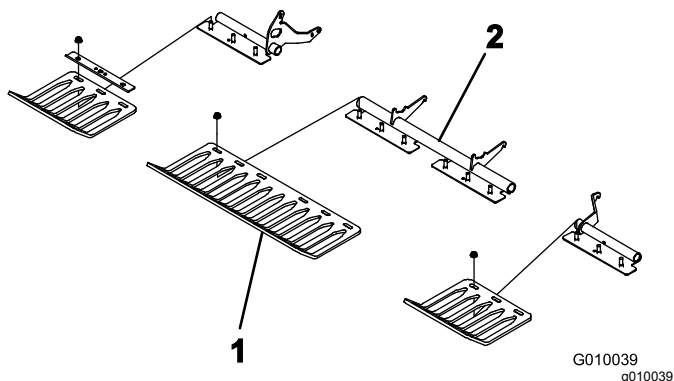

Figura 24
4. Montate le protezioni del tappeto erboso sulle relative staffe con 4 fascette delle protezioni e 12 dadi flangiati (Figura 24). Non serrare i dispositivi di fissaggio.
Nota: Le fascette delle protezioni del manto erboso e i dadi flangiati sono spediti fissati alle staffe (Figura 24).